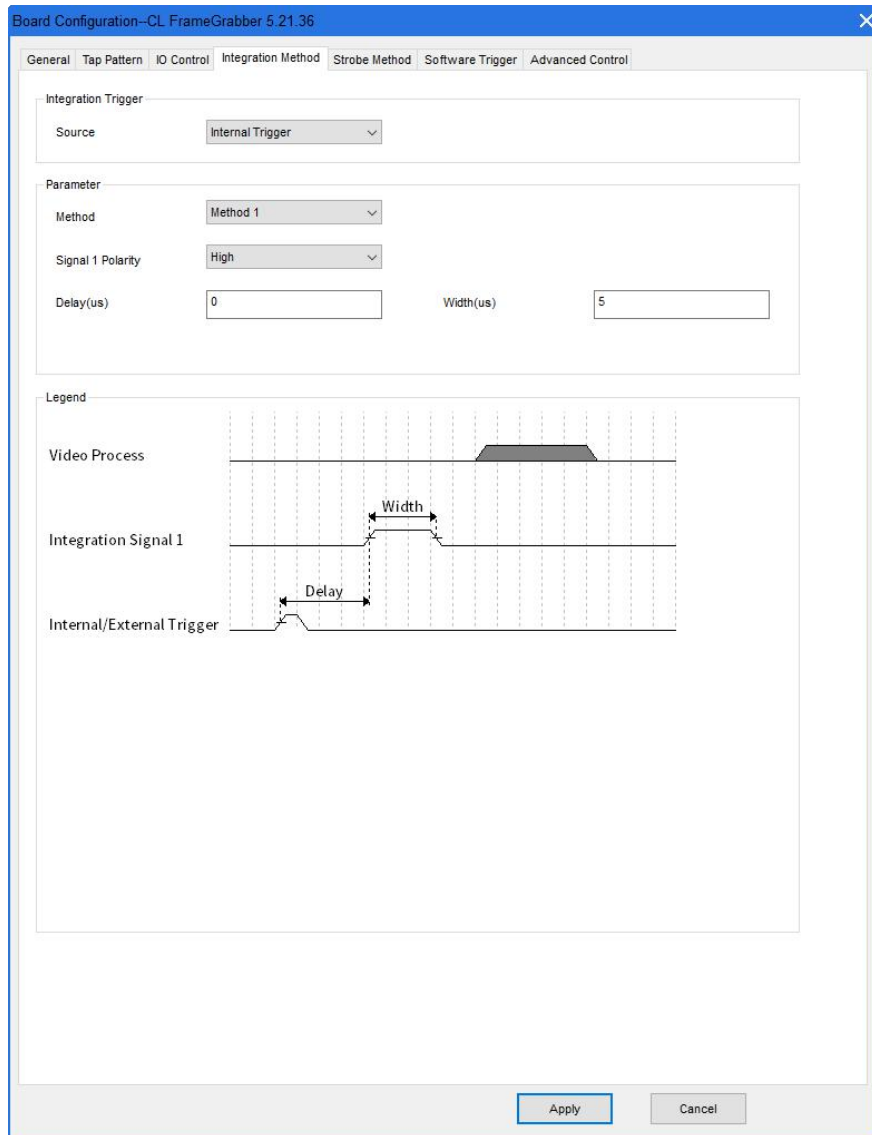

图 27 参数配置对话框的“Integration Method”页
(4) 按照图 27 设置采集卡参数配置对话框的 “Integration Method” 页中。